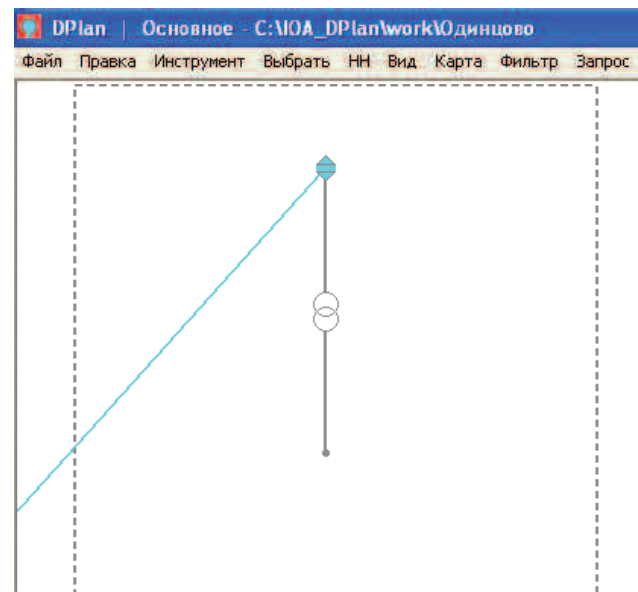

Рис. 68
- Dplan2 превращает символ ТП в символ Установки ТП и создает внутреннюю схему (см. рис. 68).